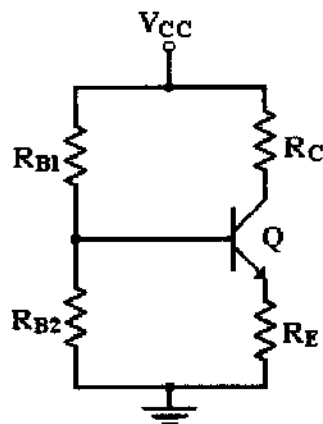

Figura 2.4
4.- Determine la expresión de la  $f_{\beta}$  así como la  $f_{\beta_b}$  de la figura 2.4; una vez determinada considere la  $f_{\beta} = 5\%$  y  $f_{\beta_b} = 0$ . Con estos valores determine los valores de  $R_E$ ,  $R_{B1}$  y  $R_{B2}$  para que circule una corriente de 9 mA. Por otra parte calcule  $R_C$  para obtener máximo swing simétrico además de emplear el voltaje colector emisor de saturación.
- 5.- Arme el circuito de la figura 2.4 y repita los pasos 1 y 2.